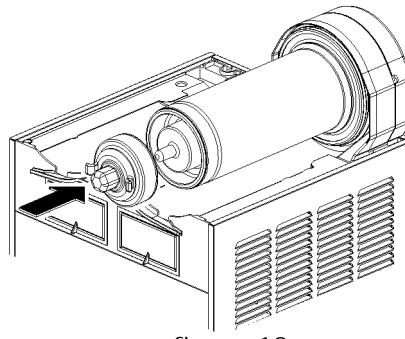

figura 13
- 5 Insertar el rotor magnético externo en el evaporador, acompañándolo con cuidado (ver figura 13).